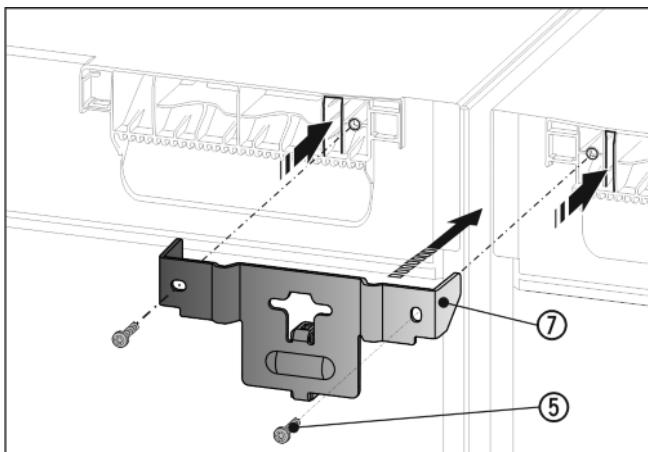

Fig. 9
- Winkel Fig. 9 (7) mit dem Distanzstück zwischen die Geräte und mit den Laschen in die Gerätedecke schieben. Mit 2 Schrauben Fig. 9 (5) festschrauben.